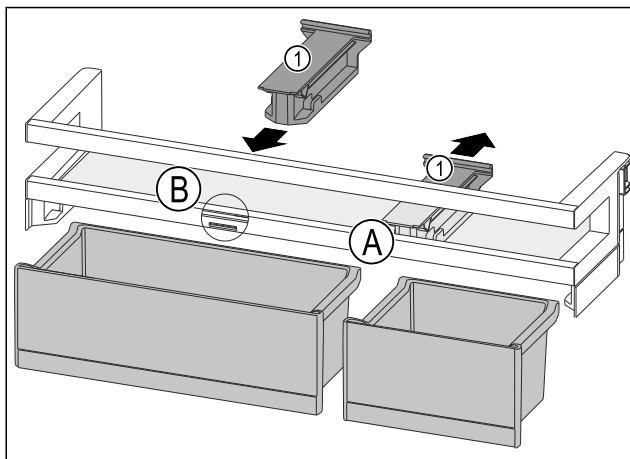

Fig. 114
- ▶ 将定位件 Fig. 114 (1) 向后拉至位置 Fig. 114 (A)。
- ▶ 将定位件 Fig. 114 (1) 插入至位置 Fig. 114 (B)。